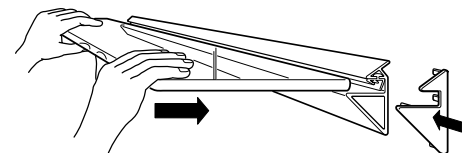

Figure 4
Étape 7: Insérez les embouts à chaque extrémité du support de tablette. Insérez la tablette en verre à fond dans la fente du support. Centrez la tablette de façon à ce qu'elle soit égale les deux côtés, tel qu'illustré à la **Figure 4**.